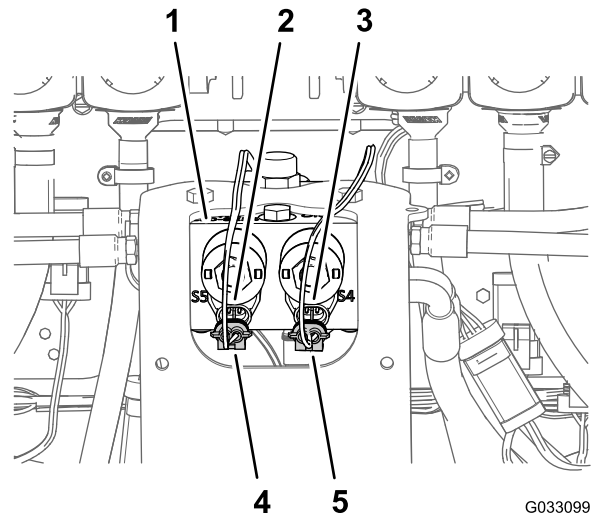

Bild 176
- Schließen Sie den 2-Stift-Stecker des Kabelbaums für den Sonic Boom am 2-Stift-Stecker der rechten zylinderaktivierenden Stromspule des Hubzylinderverteilers an (Bild 176).
- Schließen Sie den 2-Stift-Stecker des Kabelbaums für den Sonic Boom am 2-Stift-Stecker der linken zylinderaktivierenden Stromspule des Hubzylinderverteilers an (Bild 176).